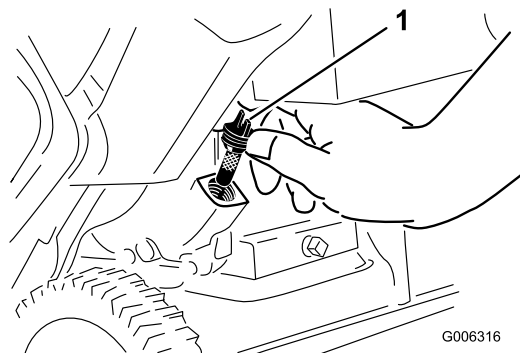

Bild 22
7. Schrauben Sie den Peilstab heraus und entfernen Sie ihn (**Bild 22**).